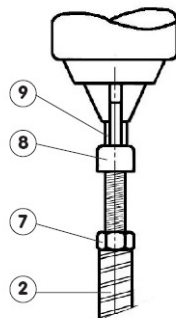
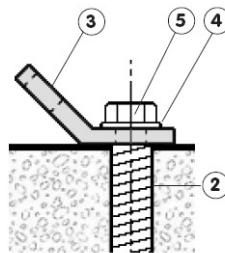

Fig. 4
Fig. 5
- 5) Se coloca el tornillo (8) en el casquillo (2) y se bloquea todo ligeramente con la tuerca (7) (véase **Fig. 4**).
6) Luego se coloca la caperuza hexagonal (9) en la perforadora (véase **Fig. 4**), y luego se encaja el extremo del cartucho de cristal (1) en el casquillo (2).
7) Se empuja inmediatamente el casquillo (2) con la perforadora **en posición de percusión** para que penetre hasta ras del suelo. Se detiene la rotación una vez que la resina sobresalga del orificio. Se desbloquea la tuerca (7) y se retira el tornillo (8). Se Limpia la resina sobrante.
8) Se espera un tiempo mínimo de secado de 5 horas antes de apretar la placa de anclaje (3) con el tornillo (5) y la arandela (4) (véase **Fig. 5**).